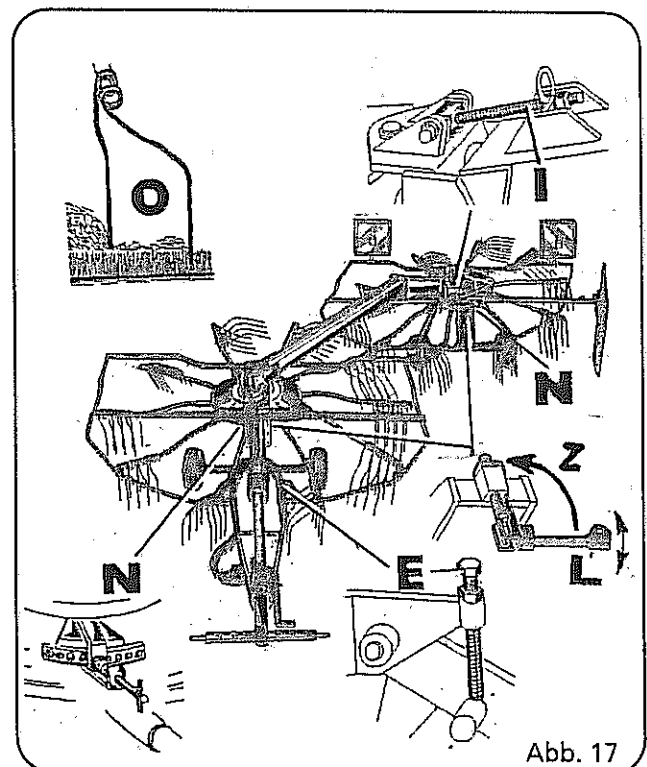

Abb. 17
1. Vorderen Kreisel durch Verstellen der Kurbel (Abb. 17, Pos. E) parallel zum Boden bringen. Hinterer Kreisel ist werksseitig schon eingestellt (Pos. I).
Kurbel anschließend gegen Verdrehen sichern (Abb. 17, Pos. Z)